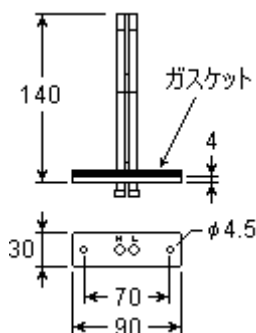

図 3. 検出プローブ寸法図 (mm)
- 3) ダクトに検出プローブ挿入用の穴 ($\phi 21\text{mm}$ 以上) および取付ネジ用の穴 2 個を開けます。(図 3 参照)